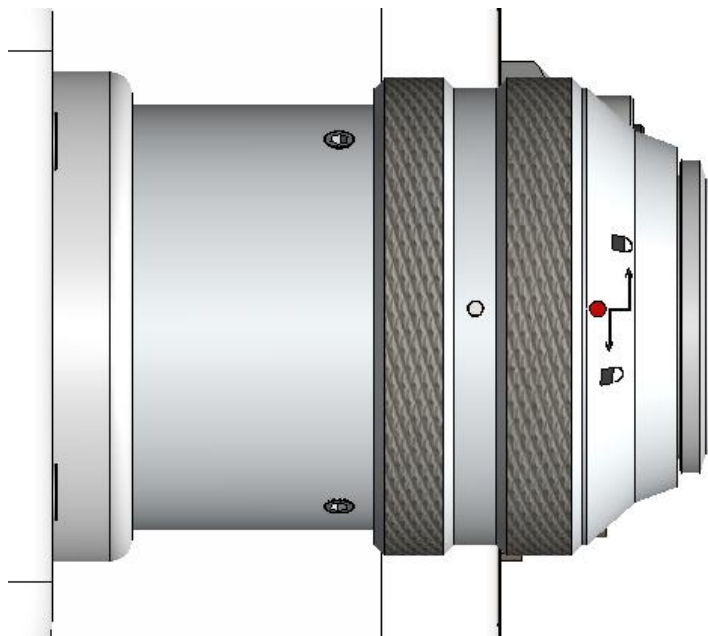

图2.5
- ③ 将QBH连接器拧至打开状态：逆时针方向旋至极限位置（可以感觉到“噔”的一声），注意转到位即可，不要大力拧动，否则可能会损坏QBH内部结构，如图2.5所示：